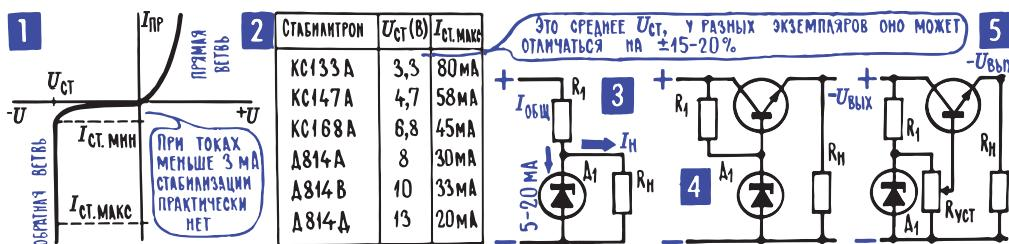
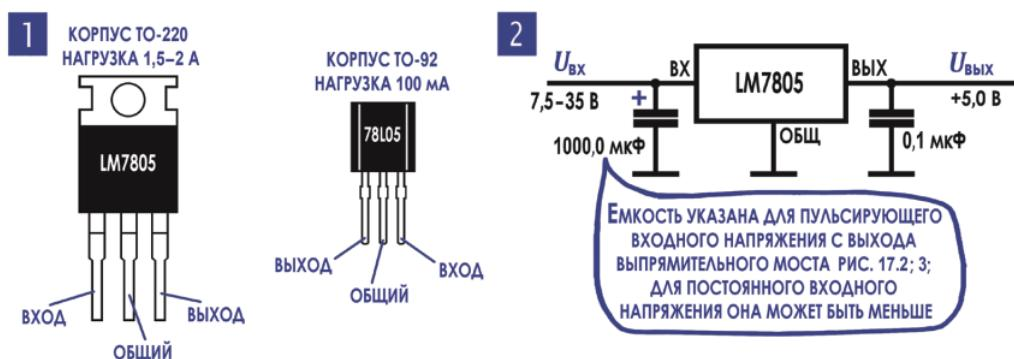

Рис. 17.4. Стабилизаторы напряжения
Рис. 17.6. Интегральный стабилизатор LM7805
Основа большинства стабилизирующих схем – особый кремниевый диод, стабилитрон (рис. 17.4; 1), который сам по себе предназначен для стабилизации напряжения. Особенность его состоит в том, что в определенном режиме при обратном включении сопротивление этого диода сильно меняется при изменении пропускаемого им тока (такая характеристика у стабилитрона получается за счет определенных свойств самого полупроводникового материала), и в итоге напряжение на диоде остается неизменным. Если собрать делитель с кремниевым стабилитроном (рис. 17.4; 2) и менять подводимое к этому делителю напряжение, то сопротивление диода
Используя стабилитрон в качестве источника опорного постоянного напряжения, можно создать электронную схему, которая будет управлять работой транзисторного фильтра и менять его режим таким образом, чтобы напряжение на выходе во всех случаях оставалось неизменным. Это настоящий электронный автомат со следящей системой (гл. 15; 5) – он следует за изменением подводимого напряжения. И с памятью в виде стабилитрона: на нем записано опорное напряжение, по которому нужно равняться (рис. 17.4; 4). Некоторые варианты стабилизированного выпрямителя, например схема, показанная на рис. 17.4; 5, позволяют в широких пределах регулировать выпрямленное напряжение  $U_{\text{вых}}$ . Изменяя с помощью  $R_{\text{уст}}$  «минус» на базе, мы меняем опорное напряжение и в итоге выпрямленное напряжение  $U_{\text{вых}}$ , которое достается нагрузке.
**Примечание редактора.** Обращаю внимание читателя на то, что схемы рис. 17.4; 4, 5 представляют собой не что иное, как эмиттерный повторитель (см. гл. 12; 8). У него высокое входное сопротивление (поэтому он почти не шунтирует стабилитрон, не выводя его из режима стабилизации) и низкое выходное (поэтому  $U_{\text{вых}}$  мало зависит от изменений тока нагрузки). У такой схемы, однако, есть недостатки, так как наклон обратной характеристики стабилитрона (обратная ветвь на рис. 17.4; 1) хоть и велик, но не представляет чистый перпендикуляр к оси напряжений (другими словами, величина  $\Delta U_{\text{ст}} / \Delta I_{\text{ст}}$ , называемая дифференциальным сопротивлением, у стабилитронов не равна нулю, а представляет собой довольно большую величину порядка десятков ом). Поэтому колебания входного напряжения и из-за пульсаций, и из-за изменения тока потребления хоть и малы, но все-таки сказываются на напряжении стабилитрона и без изменений передаются в нагрузку.
Для снижения этого эффекта и стабилитрон, и выход схемы обязательно шунтируют электролитическими конденсаторами (на рис. 17.4; 4, 5 не показаны), часто добавок к ним устанавливают керамические малой емкости для лучшего снижения высокочастотных помех, как указано выше. Но все-таки коэффициент стабилизации такой схемы недостаточен для получения качественного питания.
определяется параметрами выпрямителя) и выходным  $U_{\text{вых}}$  (которое определяется параметрами стабилитрона) выделяется в виде тепла на транзисторе. Термовая мощность в ваттах определяется током нагрузки  $I_{\text{нагр}}$  и подсчитывается по простой формуле  $(U_{\text{вх}} - U_{\text{вых}}) \cdot I_{\text{нагр}}$ . При большой разнице по напряжению между входом и выходом и существенной нагрузке количество тепла может быть велико настолько, что транзистор придется ставить на большой теплоотвод, и лишь малая часть энергии пойдет в нагрузку – будете зазря отапливать окружающую среду. Но и слишком малая разница тоже неприемлема, так как при снижении тока через стабилитрон ниже уровня его стабилизации никакой стабилизации уже не будет (рис. 17.4; 1). Поэтому при нестабильной нагрузке и «гуляющем» входном напряжении всей схемы расчет и самого линейного стабилизатора, и входного выпрямителя для него – довольно тонкая задача балансировки между двумя крайностями.
11 Или в схеме со стабилизацией (рис. 17.4; 4) взять стабилитрон с номиналом поменьше.
**10. Дополнение от редактора: современные стабилизаторы напряжения.** Уже в 1970–1980-е годы были широко распространены интегральные стабилизаторы напряжения. По функциональности они повторяли схему со стабилитроном, показанную на рис. 17.4; 4, но имели несравненно более высокий коэффициент стабилизации, быстродействие, необходимое для отработки быстрых перепадов тока потребления, и температурную стабильность. Подобные стабилизаторы (называемые линейными) выпускались на ряд фиксированных напряжений (обычно 3,3, 5, 9, 12 и 15 В), а также регулируемые в определенном диапазоне с помощью внешнего переменного резистора, как на рис. 17.4; 5. Одним из самых первых таких стабилизаторов и самым известным стала микросхема под общим названием LM78xx, где xx – напряжение стабилизации (05, 12 и т. д.). Внешний вид этой микросхемы в двух исполнениях (мощном на токи до 1,5–2 А и маломощном на ток до 100 мА) показан на рис. 17.6; 1, а типовая схема включения в расчете на напряжение 5 В – на рис. 17.6; 2. Отечественный аналог – серия К142ЕН.